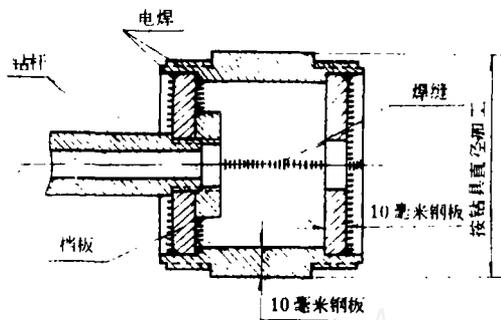

图5 焊接结构取粉管接头
3. 大口径钻具所配用的取粉管接头是焊接结构式的（图5）。特点是重量轻，可用旧料自做。应注意的是，与钻杆连接的挡板要内、外焊，以保证强度；钻杆与粗径钻具要保持同心度。